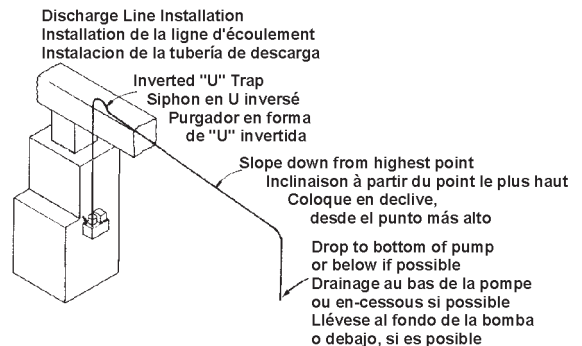

Figure 4
- Run flexible tubing or pipe from the evaporator drain into one of the three pump inlets, ensuring that the piping is sloped downward to allow gravity flow (Fig. 4). Extend the piping into the tank from 1 to 3 inches to ensure that it will not interfere with proper float operation. Cut the piping at an angle where it enters the tank.
1. Courant flexible tubage ou pipe dès evaporator drain into 1 de la 3 pompe inlets. Pour permettre un bon écoulement, s'assurer que le tuyau d'admission est bien dirigée vers le bas (Fig. 4). Introduire le tuyau d'entrée de 1 à 3 pouces (de 2,5 à 7,5 cm) à l'intérieur du réservoir afin de s'assurer qu'il ne nuise pas au fonctionnement du flotteur. Vérifier que le tuyau d'entrée est coupé en angle à son entrée dans le réservoir.
1. Corra flexible tubería o pipe desde evaporator alcantarilla into 1 de el 3 bomba inlets. Cerciórese de que la tubería de la toma se encuentre en declive, para permitir el flujo por gravedad (Fig. 4).